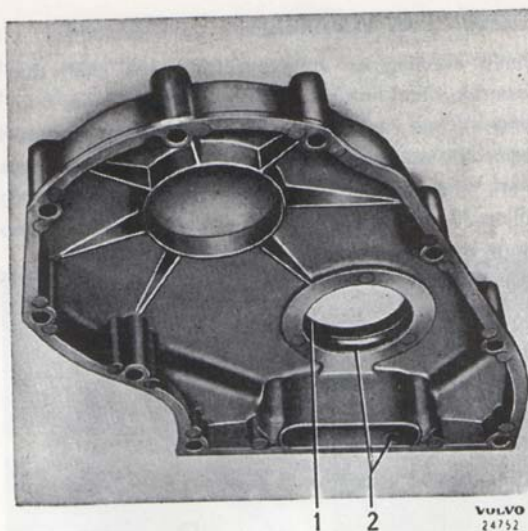

Bild 44. Transmissionskåpa
4. Se till att packningarna är felfria och att dräneringshålet är öppet och rent i transmissionskåpan som skall monteras, bild 44.